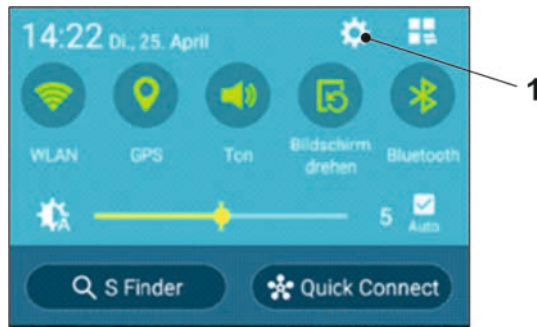

Abb. 31-2 Symbol für Einstellungen
2. Über das Symbol für Einstellungen (Abb. 31-2 Pos. 1) das zugehörige Menü öffnen.